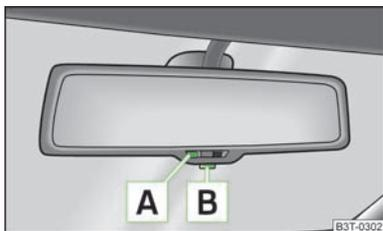

Fig. 52
► Premere il tasto **B** » fig. 52, la spia di controllo **A** si accenderà.